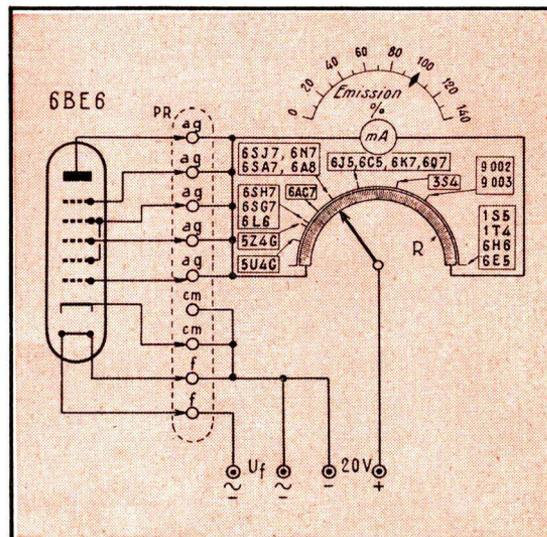

Fig. 8. — Montage permettant la vérification du pouvoir émissif des lampes de tous types.
En réalité, lorsqu'il s'agit de combiner un lampemètre destiné à l'essai d'un grand nombre de lampes de types très différents, la mesure du courant d'émission et son interprétation pour décider si une lampe est bonne, faible ou mauvaise constituent une perte de temps. Pour accélérer les opérations on fait alors appel au schéma de la figure 8. Nous voyons que le milliampèremètre y est shunté par un potentiomètre (R) qui permet de modifier d'une façon progressive la sensibilité de l'appareil de mesure.
sentée dans le haut de la figure 8. On convient de considérer qu'une lampe est bonne à partir de 80 % de cette échelle, qu'elle est douteuse entre 50 % et 80 %, par exemple, et qu'elle est franchement défectueuse au-dessous de 50 %. Le plus souvent, pour simplifier la lecture des indications du milliampèremètre et la rendre encore plus rapide, on remplace l'échelle en pourcent par une bande divisée en trois secteurs colorés différemment et portant ces mots : « A remplacer » ; « Douteuse » ; « Bonne ». Le mot « Douteuse » est très souvent remplacé par un point d'interrogation bien visible.